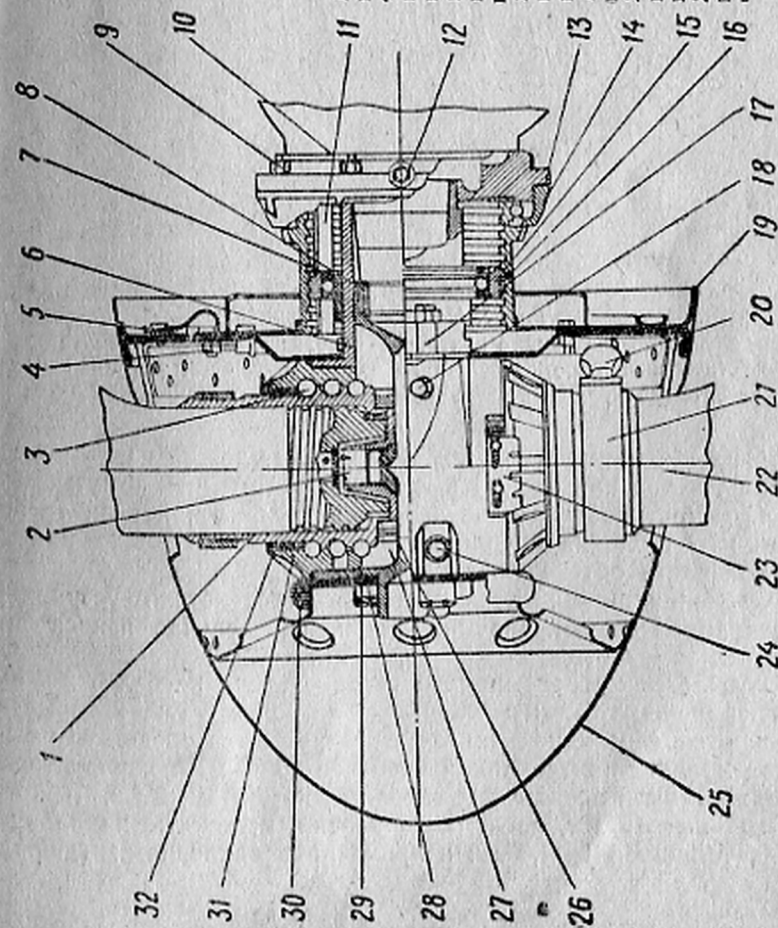

Рис. 2. Монтажный чертеж воздушного винта В-410;
1. Проверить крепление лопастей во втулках лопастей, убедиться, что риска на комле лопасти совпадает с риской на верней конической поверхности втулки лопасти (нижний край риска должен дойти до втулки или быть выше ее на расстоянии 1,5 мм и риска на хомуте совпадает с риской на верхней цилиндрической и конической поверхностях втулки лопасти (рис. 2, 3).